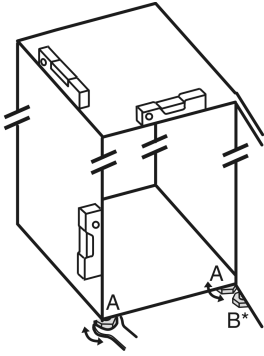

Fig. 5
- ▶ Skru ut de justerbare føttene Fig. 5 (A) ved hjelp av den medfølgende fastnøkkelen og et vater til apparatet er godt justert og i vater.
- ▶ Skru ut den justerbare foten Fig. 5 (B) på lagerbukken ved hjelp av den medfølgende fastnøkkelen til den hviler på gulvet.
- ▶ Skru den justerbare foten Fig. 5 (B) ytterligere 90°.